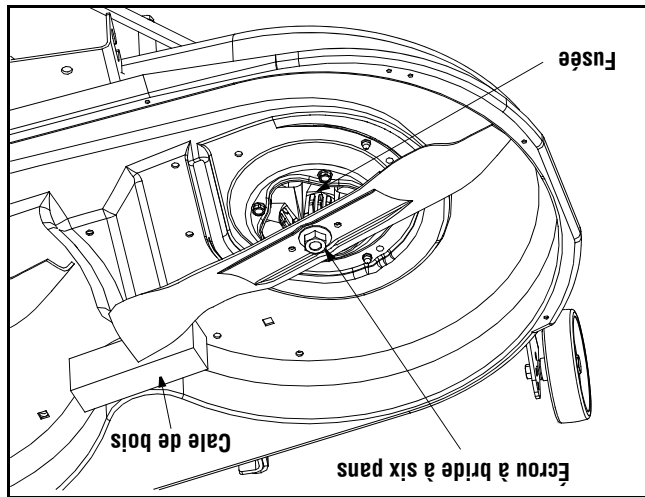

Figure 20
- Placez une cale de bois entre le déflecteur au milieu du plateau et la lame. Voir la Figure 20.
- Retirez l'écrus à bride à six pans qui maintient la lame. Voir la Figure 20.